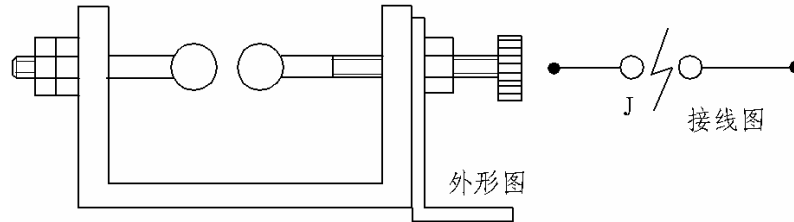

图 2.5 放电球隙
1. 放电球隙：闪络法测试时，高压通过放电球隙加到被测试电缆上。放电球隙外形及接线图如图 2.5 所示：